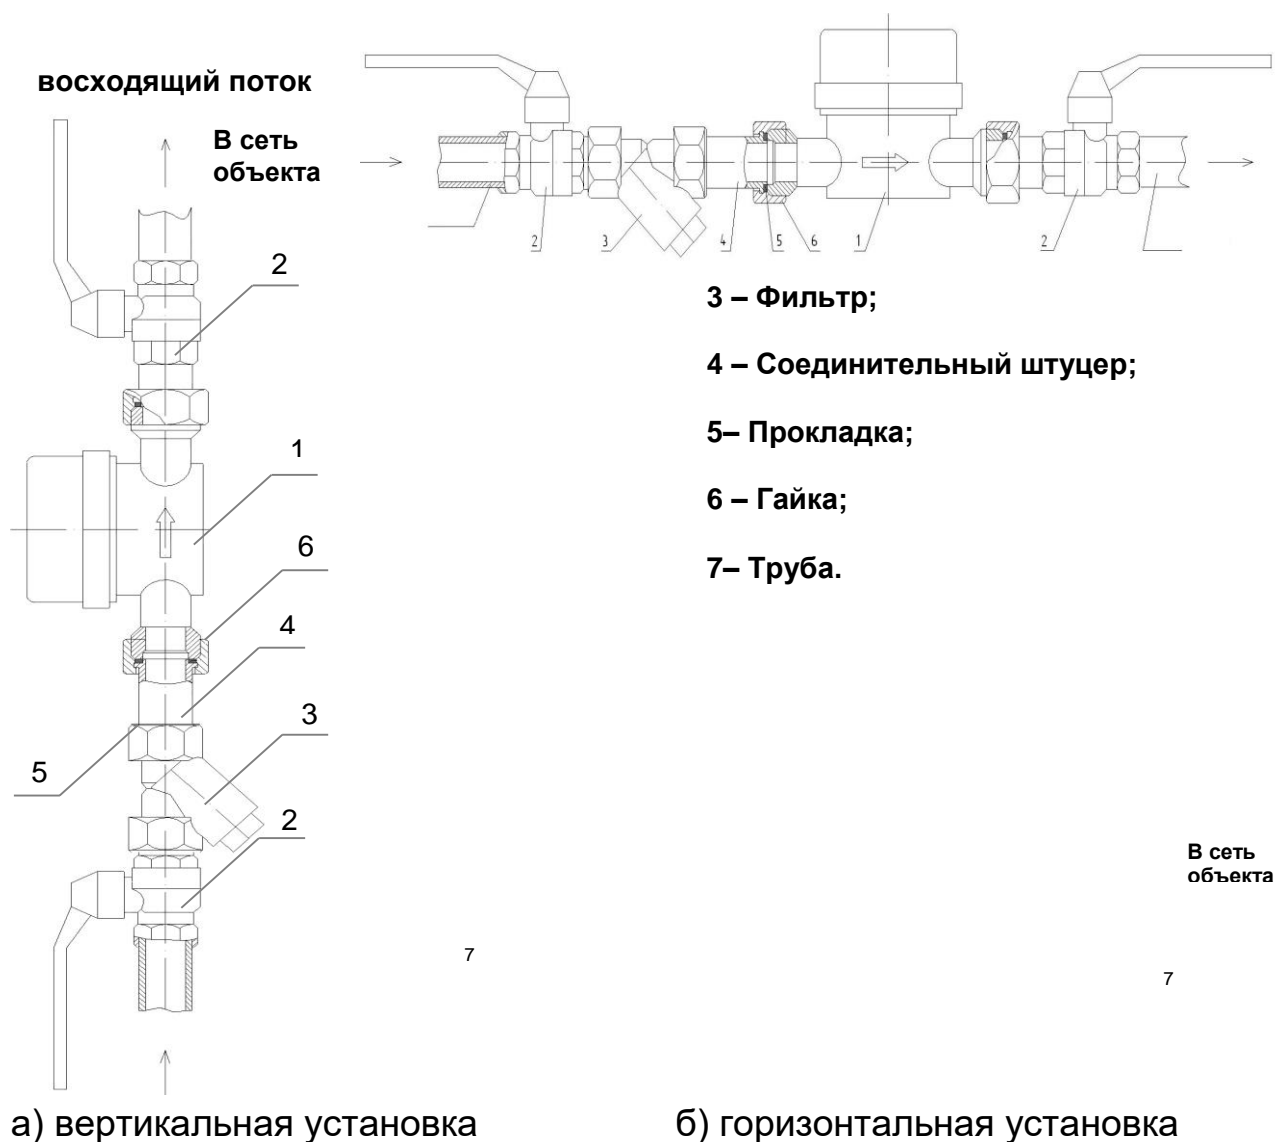

Рис. 2. Монтаж счетчиков
- счетчик может устанавливаться на горизонтальном или вертикальном трубопроводе (см. рисунок 2). Устанавливать счетчик на горизонтальном трубопроводе шкалой вниз не допускается;